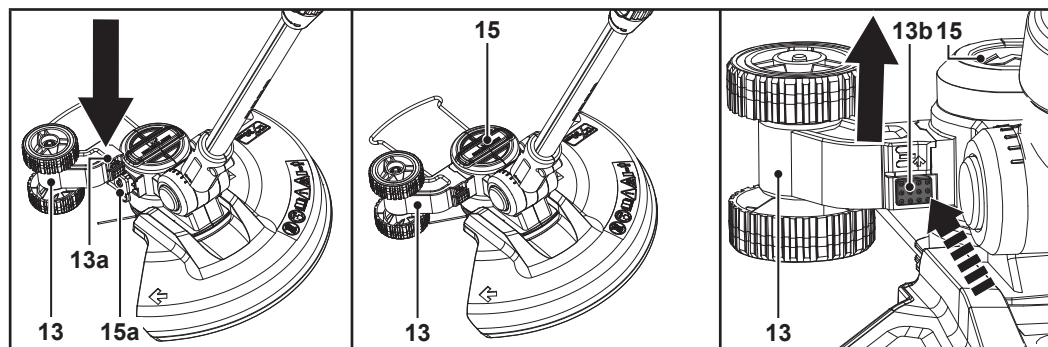

Fig. 2
1. Aligner les fentes coulissantes (13a) de la roue de coupe-bordures (13) sur le support de coupe-bordures (15a) de la tête de coupe (15) (Fig. 2).
2. Faire glisser la roue de coupe-bordures (13) vers l'intérieur. S'assurer qu'elle s'enclenche (Fig. 2).
3. **Retrait** : Appuyer sur le bouton de déverrouillage (13b) et retirer la roue de coupe-bordures (13) de son support (15a) (Fig. 2).